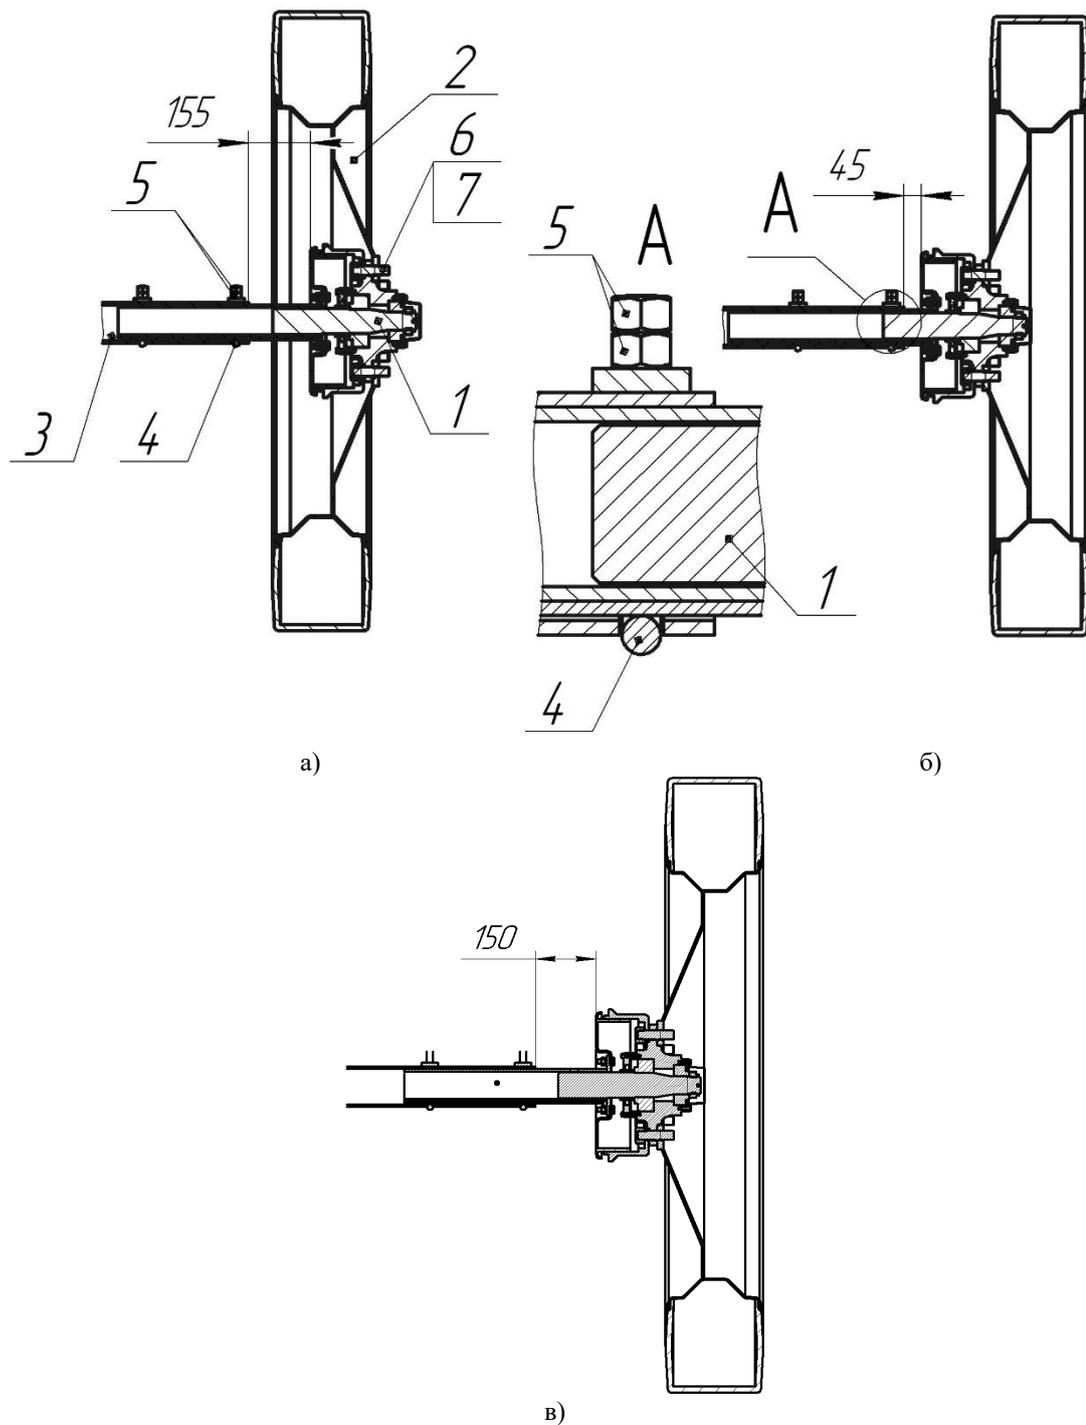

Рис. 13. Схема установки колес при колее а) 1500 мм, б) 1800 мм, в) 2100 мм.
Опрыскиватель можно установить на колею 1500 (рис. 13 а) или 1800 мм (рис. 13 б) или 2100 мм (рис.13 в).
- переместить полуоси 1, на расстояние, указанное на рис. 13;
- поменять местами колеса и перевернуть их, как показано на рис. 13; после монтажа колес протектор шин должен иметь исходное направление.
Внимание! Размеры, указанные на *Рис. 13*, относятся к опрыскивателям стандартной комплектации. В случае использования колесных дисков других производителей, алгоритм изменения колеи может быть изменен.